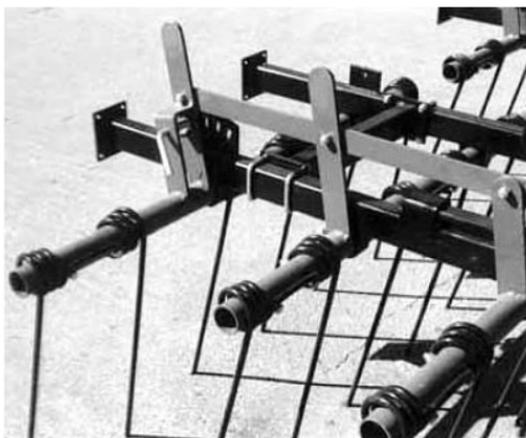

Рисунок 4.2.6 – Регулятор угла наклона зубьев
2. Отрегулировать все зубья в менее агрессивной установке (угол наклона от вертикального до 45°) (рисунок 4.2.6).